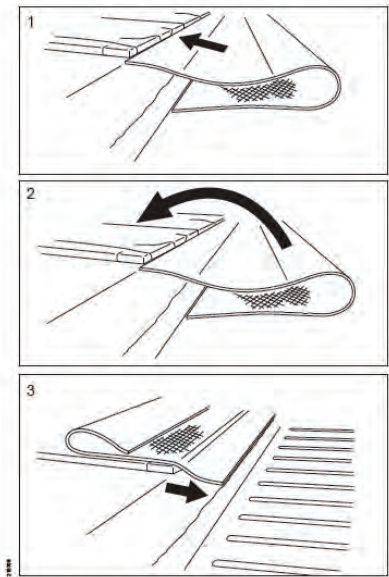

Bild 6: Vända skyddsöverdraget.
2. Dra skyddsöverdraget fram till kanten av skummadrassen (1 i Bild 6).
3. Vänd på överdraget två gånger för att placera det på skummadrasserna (2 och 3 i Bild 6). Eftersom överdraget vänds två gånger kommer det att ligga åt samma håll som det först lades ut.